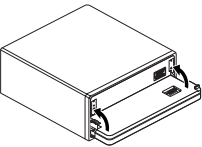

Fig. 13
3. Faites pivoter les crochets en position droite. (Fig. 13)